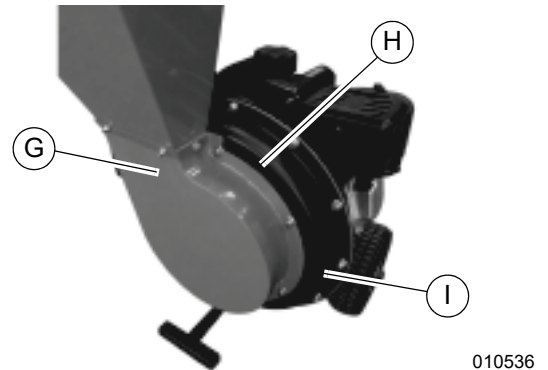

Figura 2-6. Posicionamiento del conjunto de carcasa del molino de martillos y tolva de la trituradora en la carcasa del volante
4. Consulte la Figura 2-6. Coloque el conjunto de carcasa del molino de martillos y tolva de la trituradora (G) sobre los espárragos de la carcasa del volante (H).